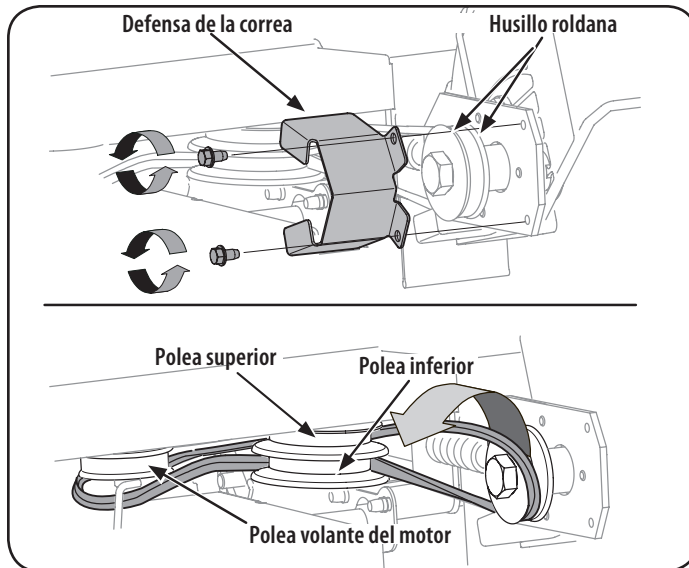

Figura 16
NOTA: Asegúrese de que la correa de transmisión está correctamente asentada sobre el husillo de la cuchilla y que se encuentra cómodamente ubicada sobre los bordes del husillo (vea la Figura 16) y no pellizcada entre ellos. Repita los tres primeros pasos si la correa está pellizcada.
- Retire la guarda de la correa de las poleas del husillo sacando los dos tornillos autoroscantes que la sujetan al montaje de la placa de la cuchilla. Vea la Figura 16.
- Cuidadosamente retire la correa de las poleas, verificando una vez más la orientación de la correa. Descarte la correa. Vea la Figura 16.
NOTA: Asegúrese de que el lado "V" de la correa está asentado sobre la polea superior y que el lado plano de la correa está asentado sobre la polea inferior. Vea la Figura 16.